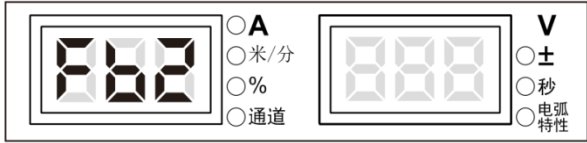

图 3-43 型号查询界面
1. 进入内部菜单, 调节焊接电源面板旋钮至 **FB2**, 如图 3-43 所示。